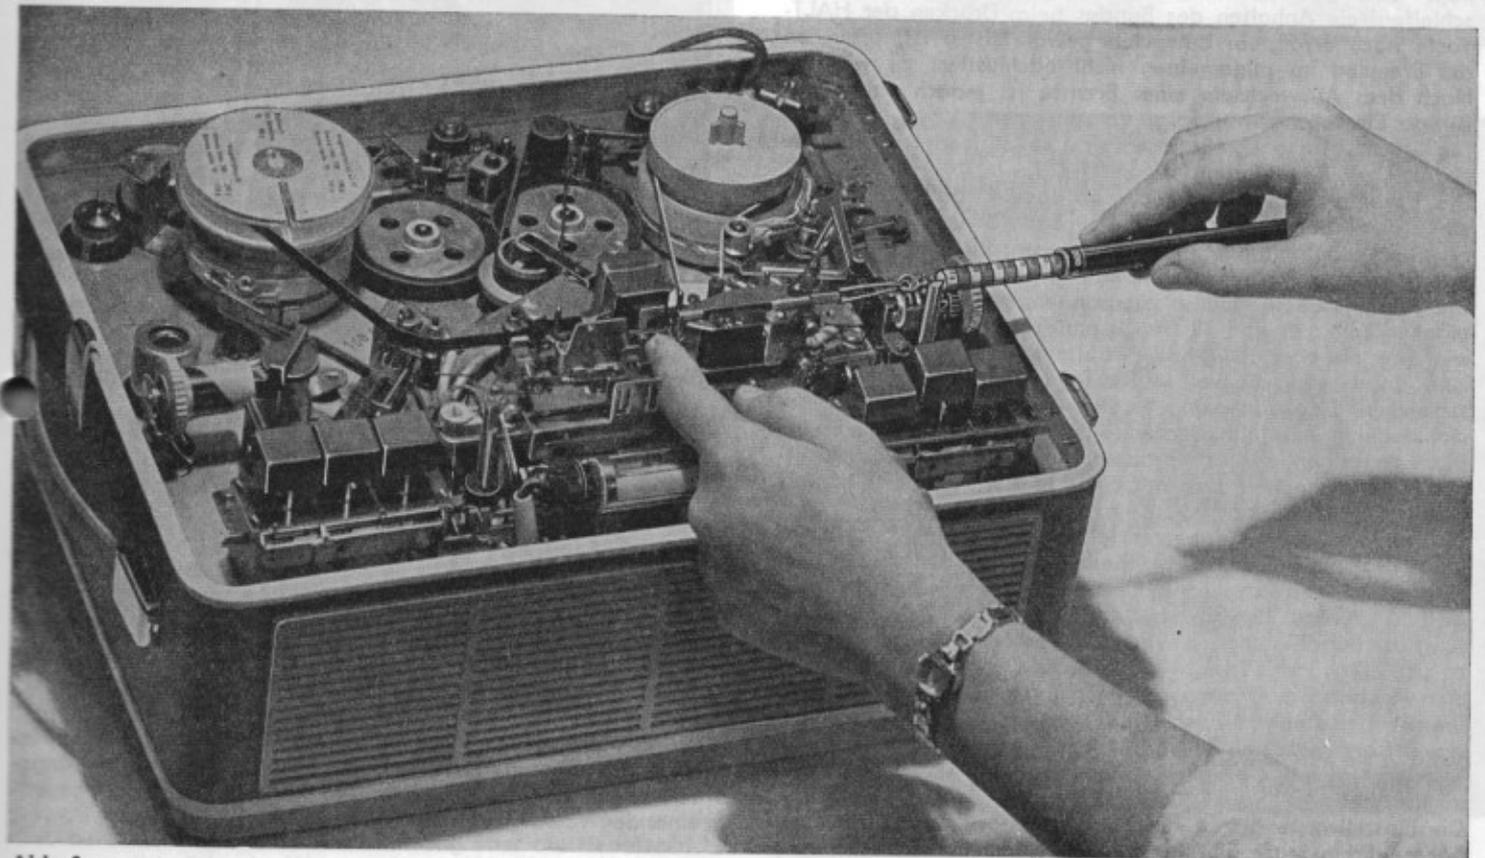

Abb. 8
1. Bandzugmessung (siehe Abb. 8)